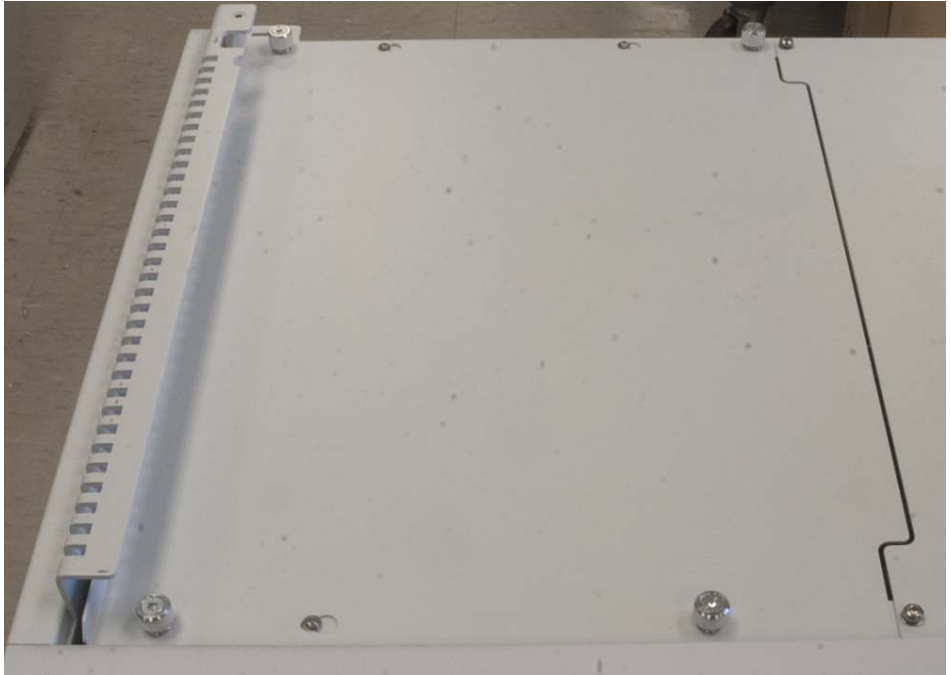

图 27 卸下左上方主机盖板
- 4 卸下用于将左上方盖板固定到主机上的翼形螺丝，并取下盖板（图 27）。